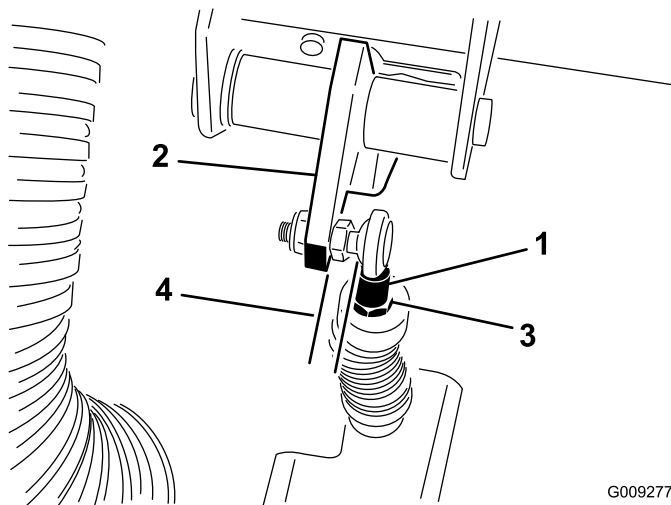

Figure 66
**Important:** La tige d'embout doit être d'équerre sur la rotule, sans vriller, et rester parallèle à la pédale d'embrayage quand l'écrou de blocage est serré (Figure 66).